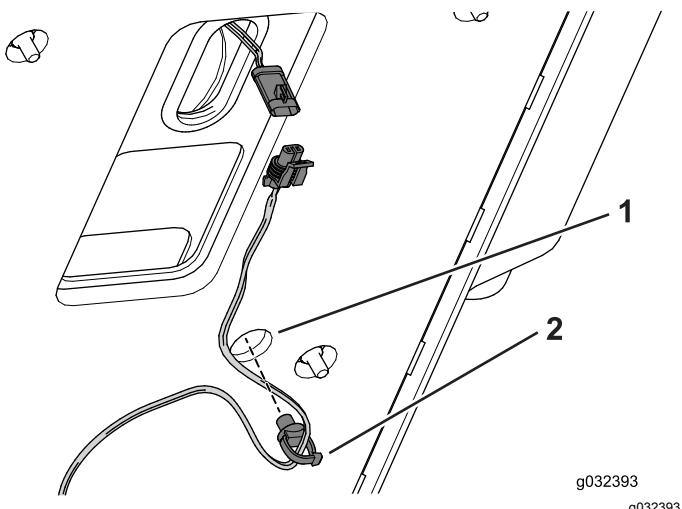

図 7
6. 運転デッキの底部にワイヤクリップを取り付ける図 7。
- 7. ワイヤハーネスにシートスイッチを接続する図 7。